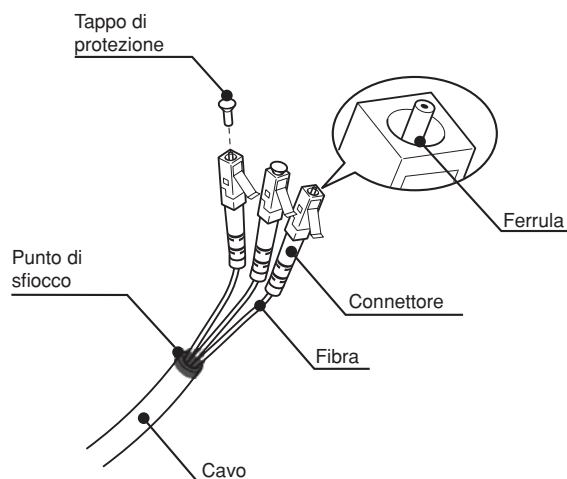

Fig.3
- Abbiate particolare cura nel maneggiare le fibre: maneggiate soltanto il cavo a monte del punto di sficcio (Fig. 3). Non esercitate alcuna trazione sulle fibre o sui connettori ma soltanto sul cavo.